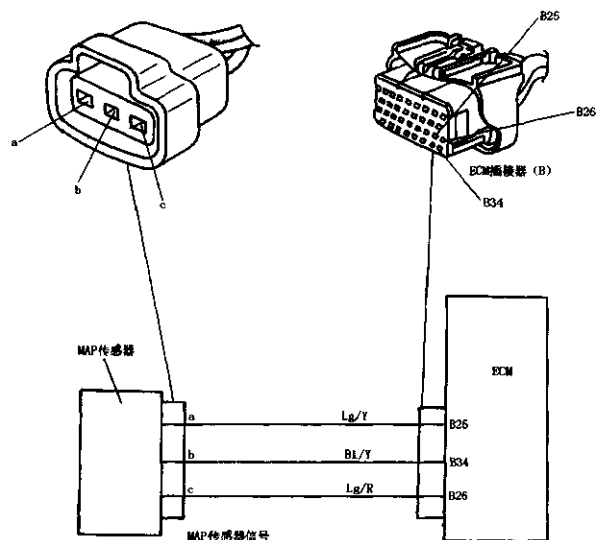

图 2-73 进气压力传感器信号电路图
(5) 进气压力传感器信号电路图,如图 2-73 所示。
- ① 检查时,断开点火开关,拆下进气压力传感器插接器。
- ② 打开点火开关,不启动发动机。
- ③ 测量进气压力传感器插接器插孔“e”与地之间的电压应为 4~5V。